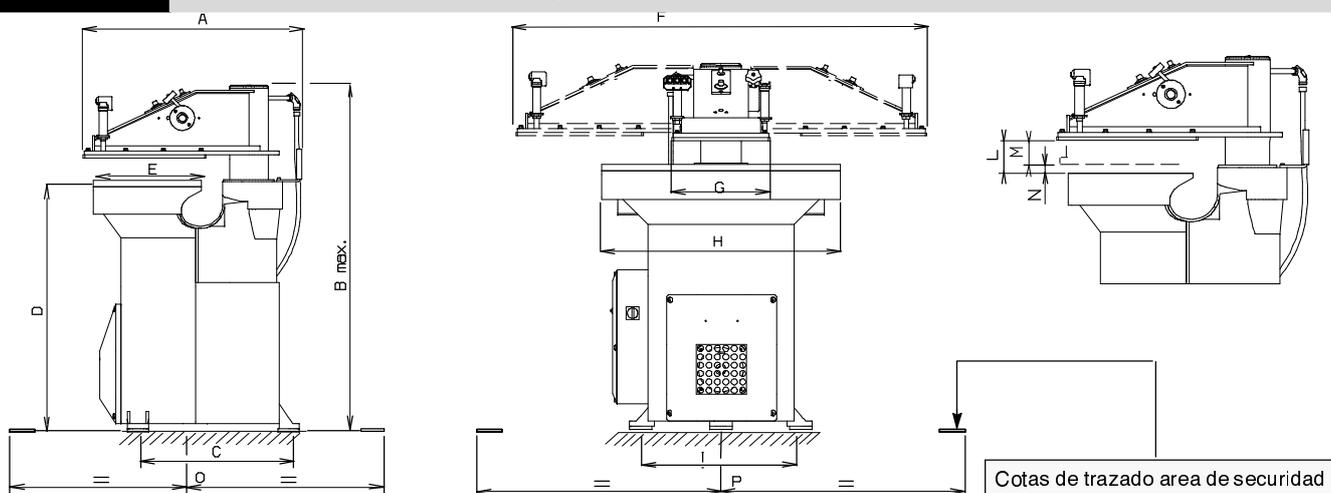

Fig. 1
**La máquina tiene que ser utilizada por UN SOLO OPERARIO a la vez. Por lo tanto, delimitar alrededor de la máquina con pintura AMARILLA la área de seguridad en el interior de la cual sólo el operador puede obrar. Las cotas de trazado son evidenciadas en la Fig. 1 "dimensiones máximas ocupadas".**